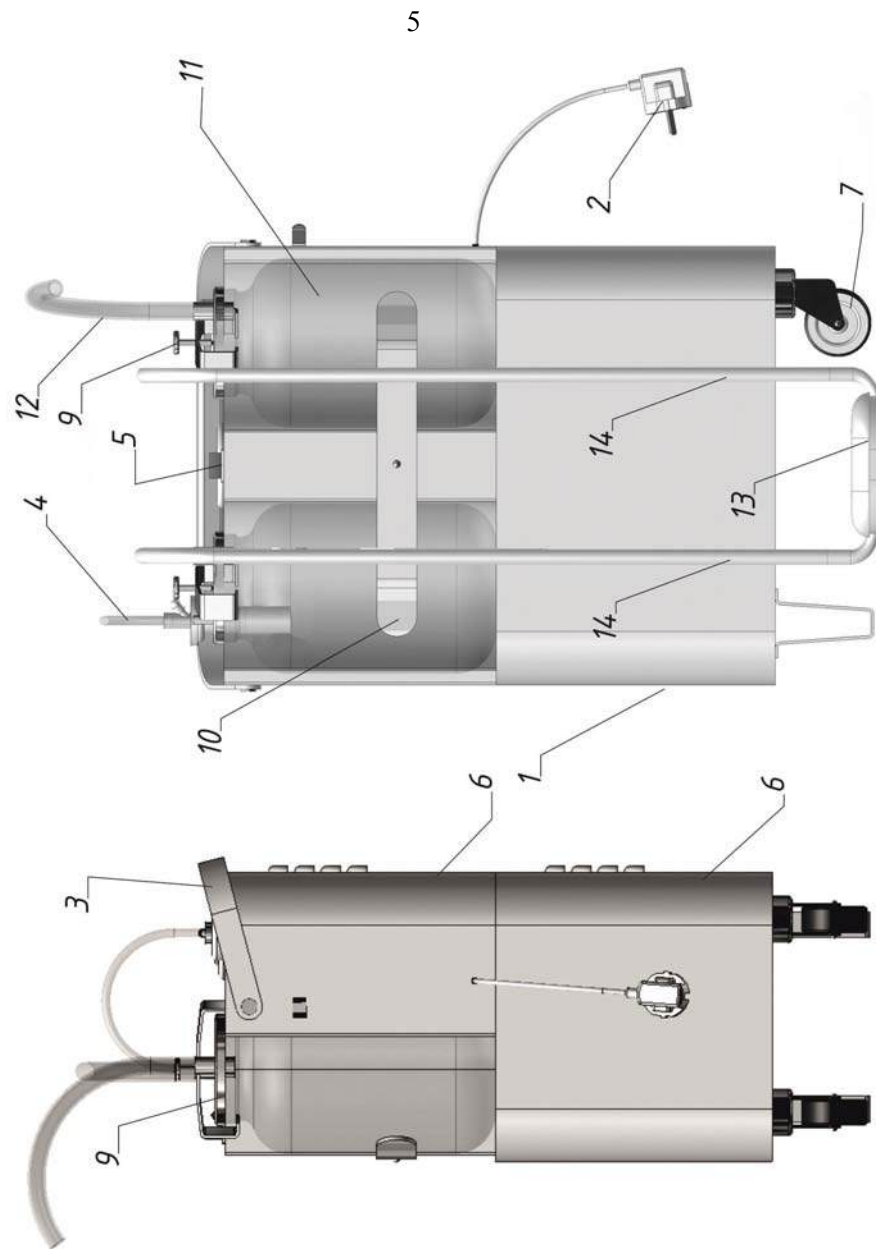

Рисунок 1
5.2. Отсасыватель состоит из следующих частей (рис.1): корпус (1), шнур питания с сетевой вилкой (2), две банки для сбора жидкости (11) с герметизирующими крышками (9) (в левой установлено защитное поплавковое устройство), пружина (10) для крепления банок, шланг отсасывающий (12), колесные опоры (7), ручка для переноски (3), передняя панель (5), две задние крышки (6), соединительные шланги (4), интермиттирующая педаль (13) с соединительными шлангами (14).
7.2.1. Установить банки в ниши на корпусе отсасывателя, как показано на рис.1, ослабив при необходимости пружину для их крепления, путём отвинчивания центрального винта. Закрепить банки пружиной, завинтив центральный винт.
7.3. Подключить интермиттирующую педаль с помощью соединительных шлангов (на шланг установлена трубка TCM для легкого подключения к патрубкам на крышках) между патрубками на крышках обоих банок, как показано на рис. 1.
7.5. Подсоединить отсасывающий шланг к патрубку, расположенному на герметизирующей крышке, так как показано на рис.1.